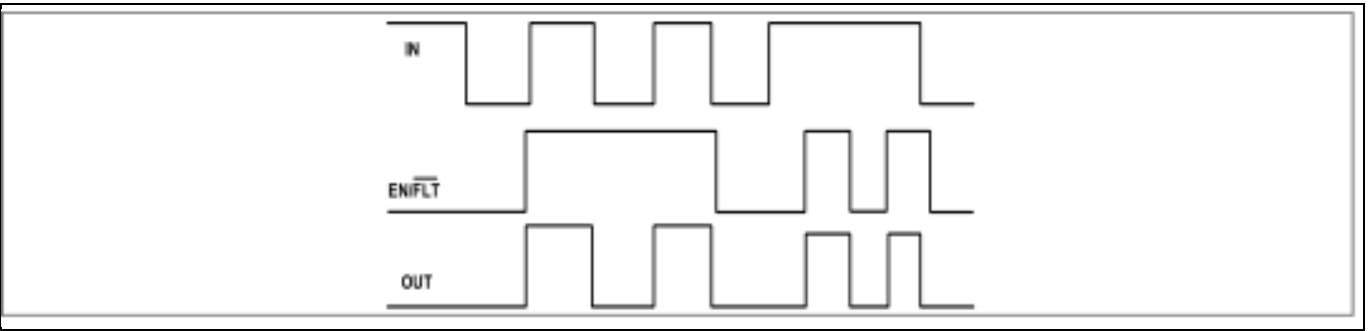

Figure 14 输入/输出/使能引脚时序图
1ED44176No1F 的输入 (IN)、输出 (OUT) 与使能 (EN/\overline{FLT}) 信号之间的关系如图 14 所示。